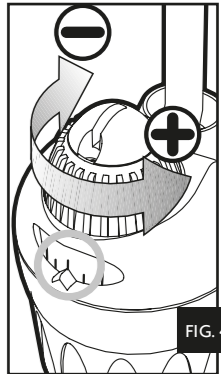

FIG. 4
- Turn the blue control knob until the desired temperature shows up in the scale window (fig. 4). Leave the heater to stabilise for about one full day and check the temperature of the water with a precision thermometer.
- Tourner le bouton de réglage jusqu'à ce que la valeur choisie soit en face du point de repère (fig. 4). Laisser fonctionner pendant 24 heures. Prendre la température avec un thermomètre de précision.
- 3- draai de blauwe draai-regelaar om het gewenste water temperatuur te kiezen (afb. 4). Laat u de staaferwarming minimaal gedurende 24 uren draaien, controleer dan het watertemperatuur doormede een precisie thermometer.
- 3- Gire el botón de regulación hasta que el valor seleccionado esté frente al punto de referencia (fig. 4) Déjelo funcionar durante 24 horas. Tome la temperatura con un termómetro de precisión.